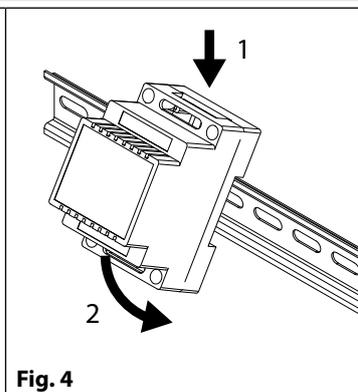
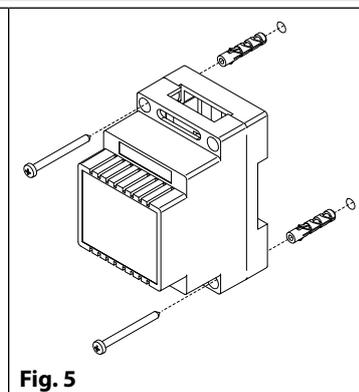

Fig. 4
Fig. 5
2. Fixer sur le rail DIN (Fig. 4) ou directement au mur à l'aide des vis et des chevilles à expansion correspondantes (Fig. 5) ;